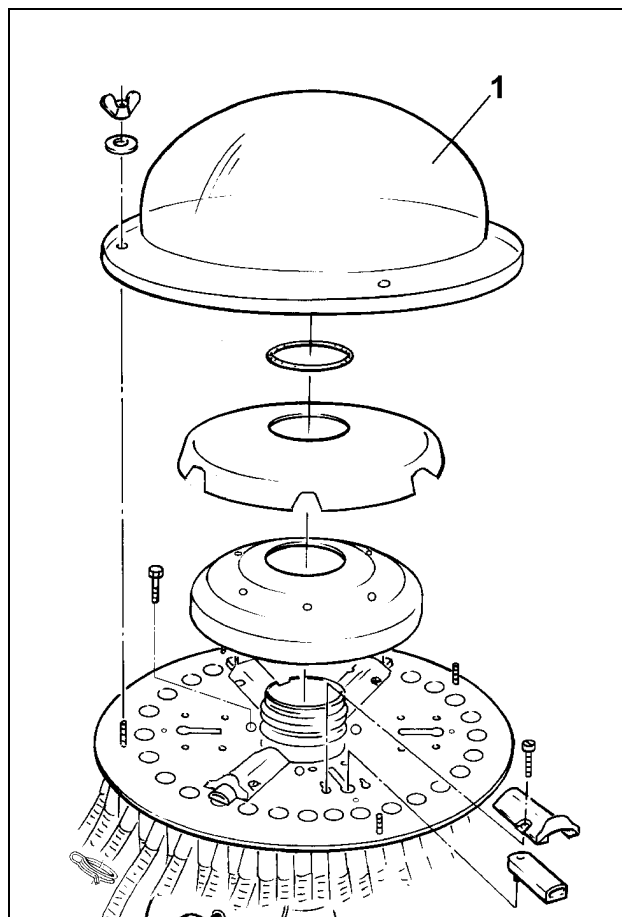

Fig. 108
- det gennemsigtige kunststofdæksel (Fig. 108/1)
For at kunne rengøre fordelehovedet, skal dækslet (Fig. 108/1) afmonteres.